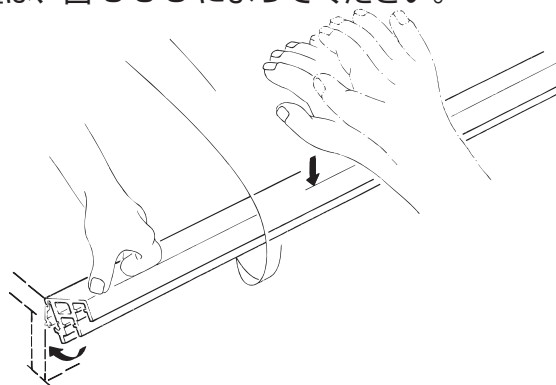

図 3-3-7
- (4) 下レール (⑱・⑲) を図 3-3-7 のように、レール固定パーツ⑩にはめてください。